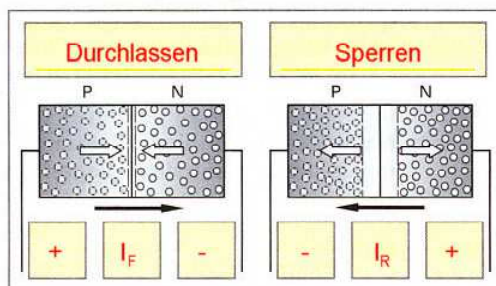

Bild 3: Diodenbetrieb
- 3 Ergänzen Sie in Bild 3 die Worte für die Leitungsart der Diode, die Polung und die Formelzeichen I_F und I_R .